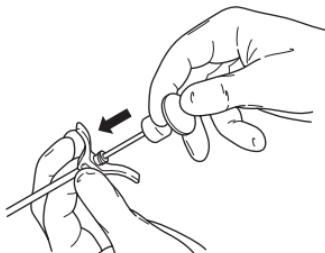

Figura 5 – Iniettare il materiale di incremento osseo usando l'otturatore per l'iniezione di cemento
5. Sotto guida fluoroscopica, iniettare il materiale di incremento osseo servendosi dell'otturatore per l'iniezione di cemento (Figura 5).